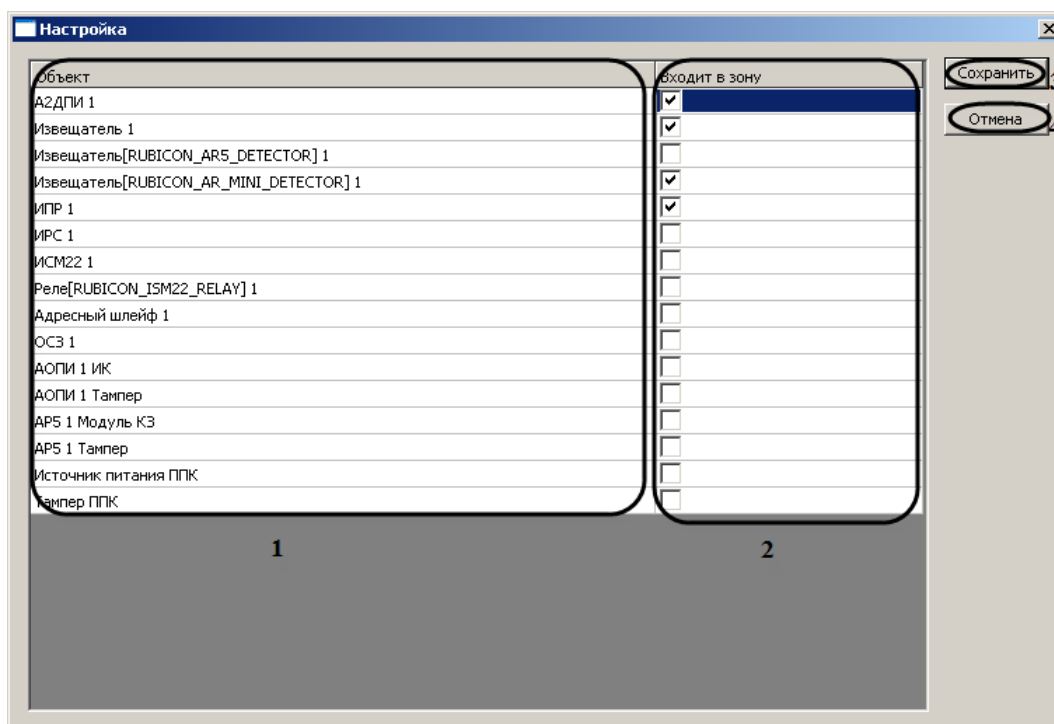

Рис. 3.7—6 Настройка связи объектов с областью
Примечание. В столбце **Объект** отображается список объектов, созданных в программном комплексе Интеллект (см. Рис. 3.7—6, 1).
- Для связи объектов с охранной зоной необходимо установить флажок в соответствующей ячейке столбца **Входит в зону** (см. Рис. 3.7—6, 2).